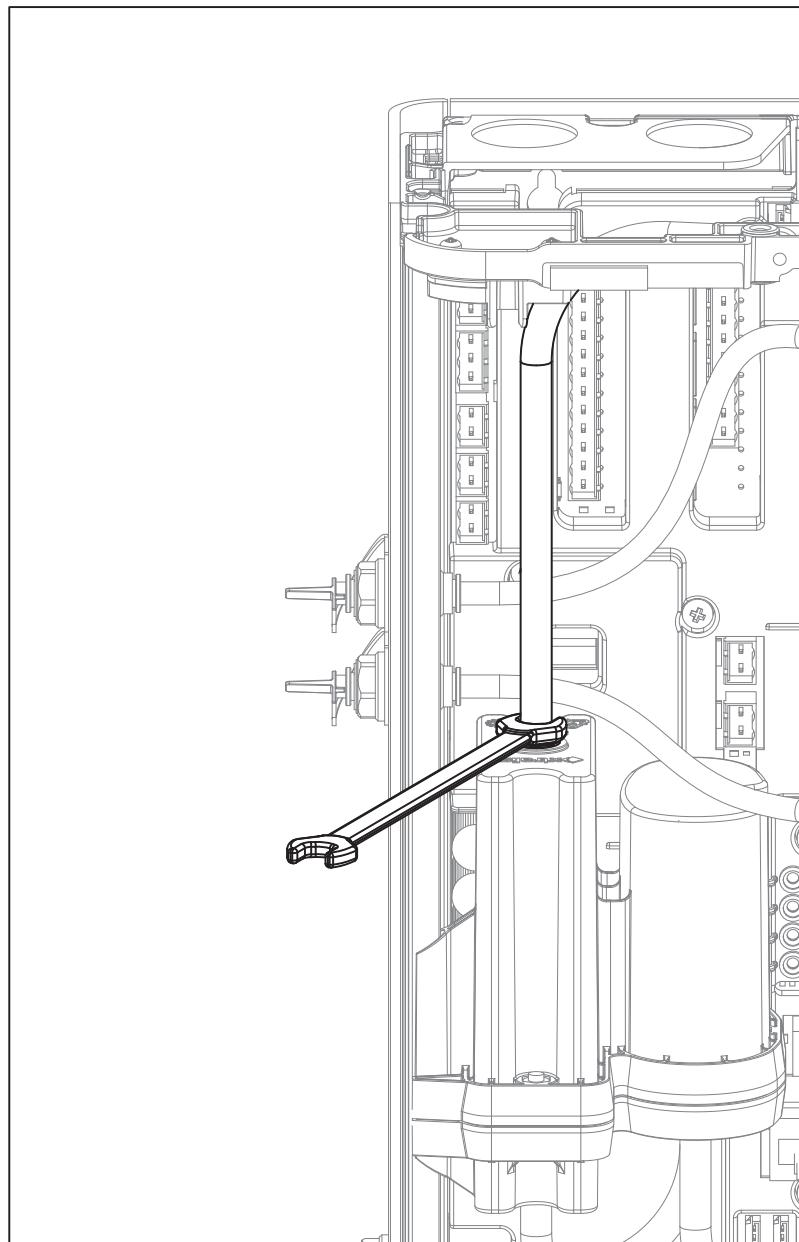

Рис. 7-28: Демонтаж трубы
6. Снимите трубку (Рис. 7-28).